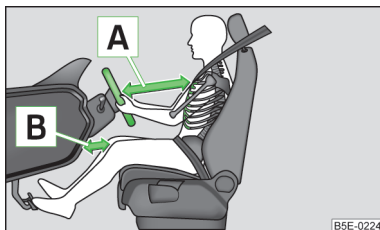

Fig. 115
- Réglez le volant de façon à que la distance entre le volant et le buste soit de 25 cm minimum **A** » fig. 115 et la distance entre les jambes et le tableau de bord à hauteur de l'airbag de protection des genoux de 10 cm minimum **B**. Les airbags ne peuvent pas vous protéger si vous en êtes plus près - danger mortel !